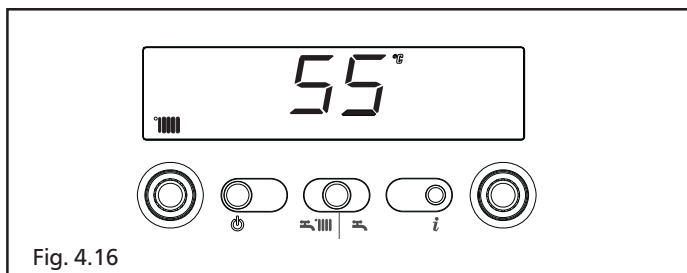

Fig. 4.16
**Info 3** visualizza la temperatura riscaldamento settata (fig. 4.16)